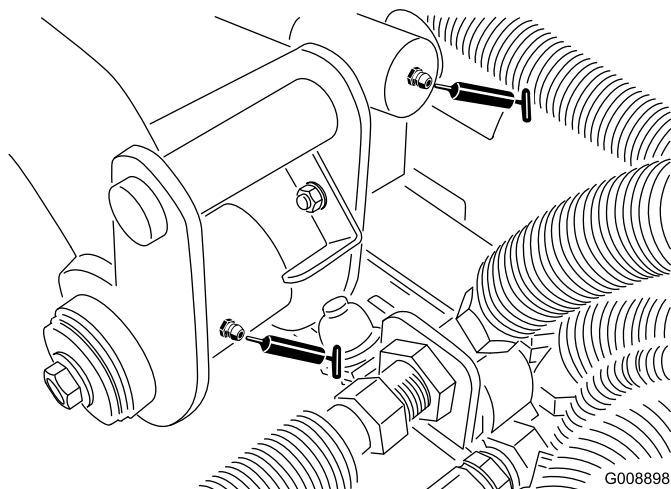

Figura 48
- Articulação do braço de elevação traseiro e cilindro de elevação (2) (Figura 48)